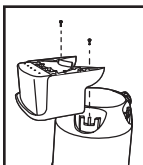

FIGURE 4
2. Prenez le porte-accessoires et insérez-le dans les fentes situées à l'arrière du réservoir (en face du drain). Fixez-le avec les vis fournies. **FIGURE 4.**